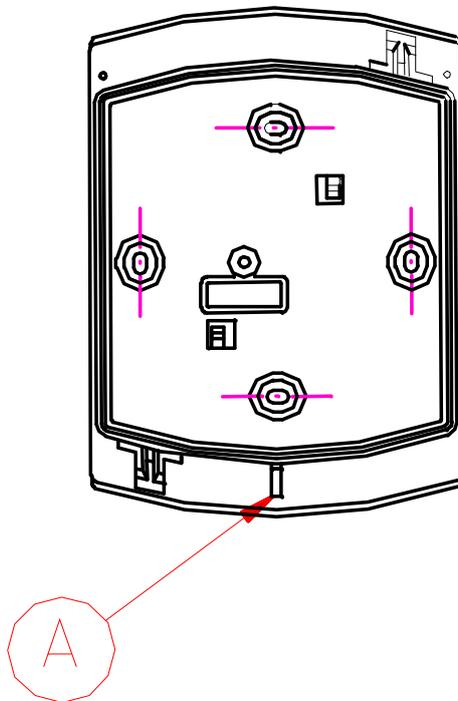

Abbildung 1: Montageausrichtung (A) nach unten
- | **Die Gehäuseöffnung (A), (siehe Abbildung 1: Montageausrichtung) muß nach unten montiert werden!**